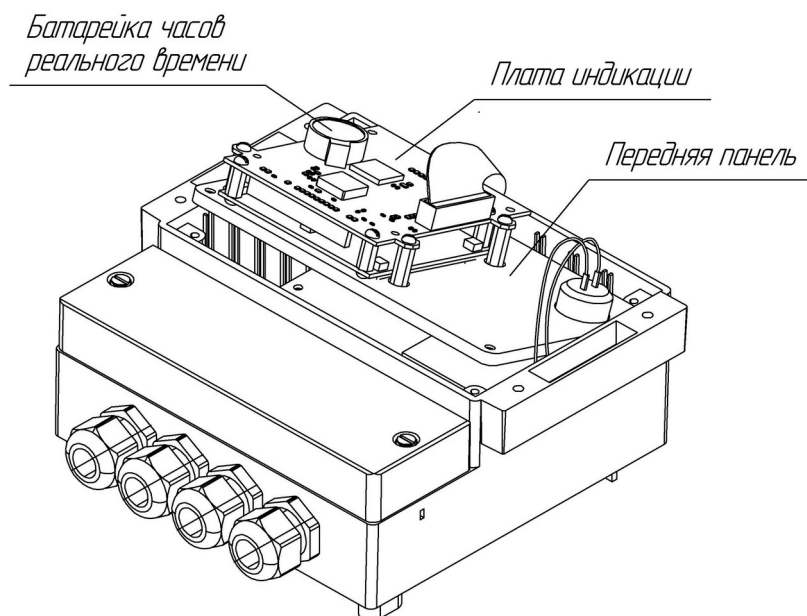

Рисунок 3.3
- аккуратно развернуть переднюю панель с платой индикации к себе (Рисунок 3.3);
– вынуть батарейку часов реального времени (CR2032) из держателя на плате индикации и заменить на новую (Рисунок 3.3);